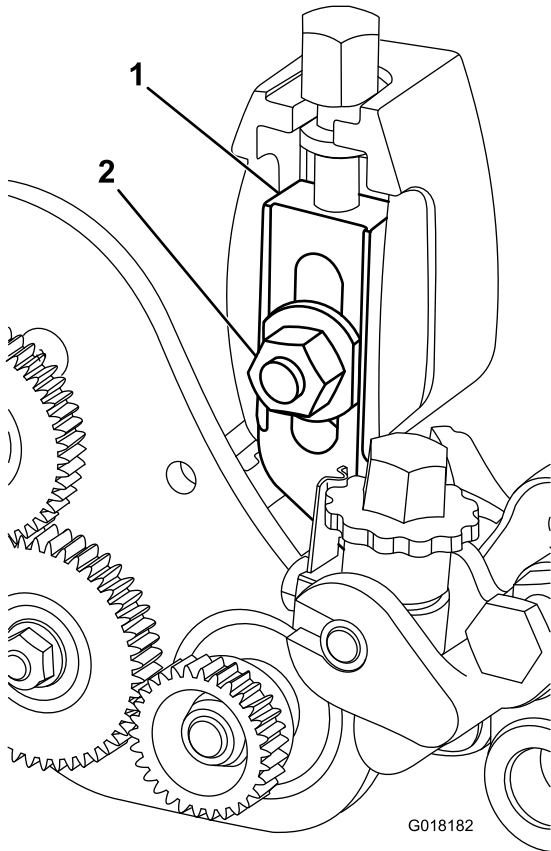

図 29
4. 各刈高アームをサイドプレートに固定しているプラウボルト、ワッシャ、ナットを外す 図 29。